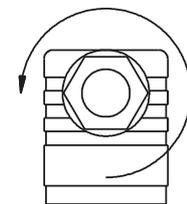

Fig. 3
- ↪ Desserrez la presse étoupe M16x1,5 (→ Fig. 3).